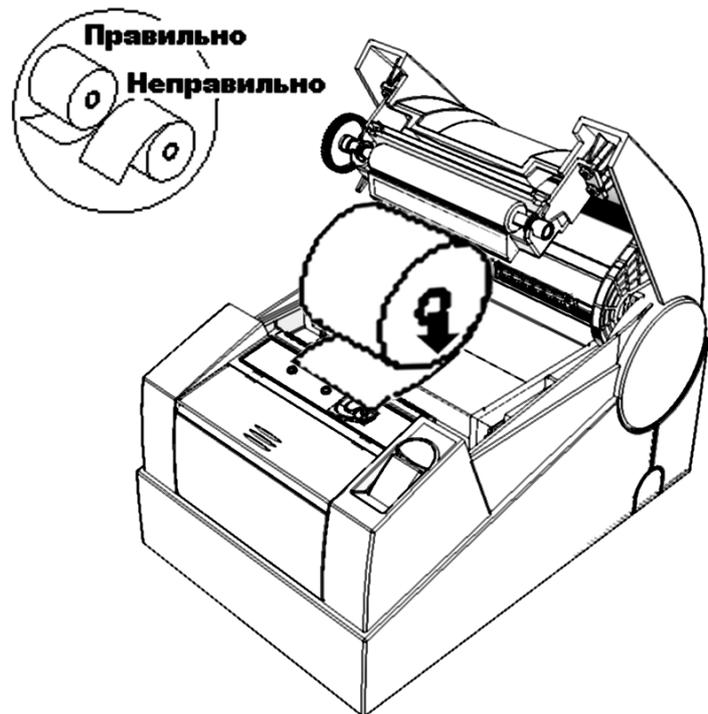

Рис. 4. Заправка бумаги
2. Вставьте рулон бумаги в отсек (см. Рис. 4).